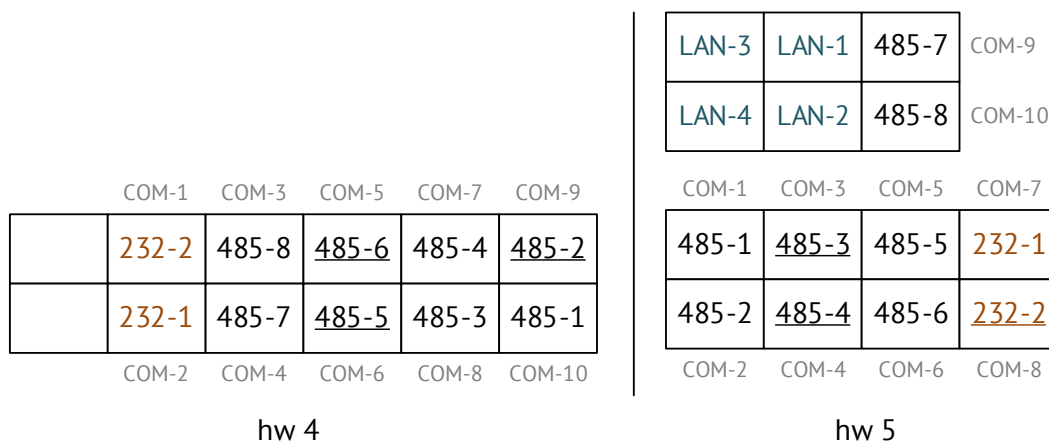

Рисунок 2.3. Соответствие текущего обозначения последовательных интерфейсов ЭНКС-3м и предыдущего
2.3.3 На рис. 2.3. приведены предыдущие схемы обозначений последовательных интерфейсов вида RS-485-1...-8 для ЭНКС-3м. Подчеркнуты интерфейсы с возможностью работы на скоростях 100...115200 бод.